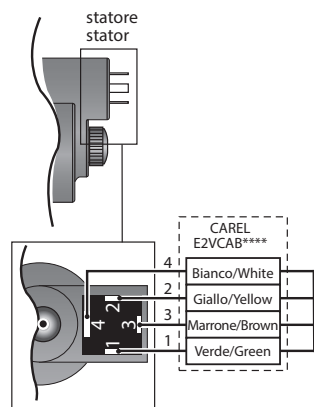

Fig. 3
7. Connect the pre-wired connector to the socket on the stepper motor and tighten the screw, applying a force of around 0.5 Nm, following the instructions shown in Fig. 3. Then connect the four-pin end of the cable to the corresponding terminals on the CAREL EVD\*\*\* driver or other approved CAREL controller, and set the parameters according to the values shown in the table below.
- Raccorder le connecteur déjà câblé au moteur pas à pas dans le logement correspondant et serrer la vis avec un couple de 0,5Nm en suivant les indications de la Fig. 3. Connecter ensuite l'extrémité quadriplaire du câble aux bornes correspondantes du Driver CAREL EVD\*\*\* ou du régulateur homologué CAREL et configurer les paramètres selon la valeur reprise au tableau ci-dessous.